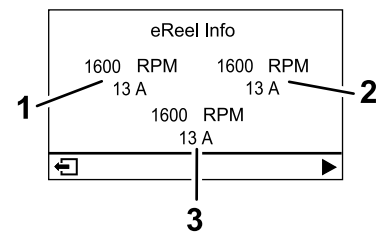

Figura 22
- **Pantalla de motores eReel (Figura 22):** muestra la velocidad y la corriente de cada motor de las unidades de corte.